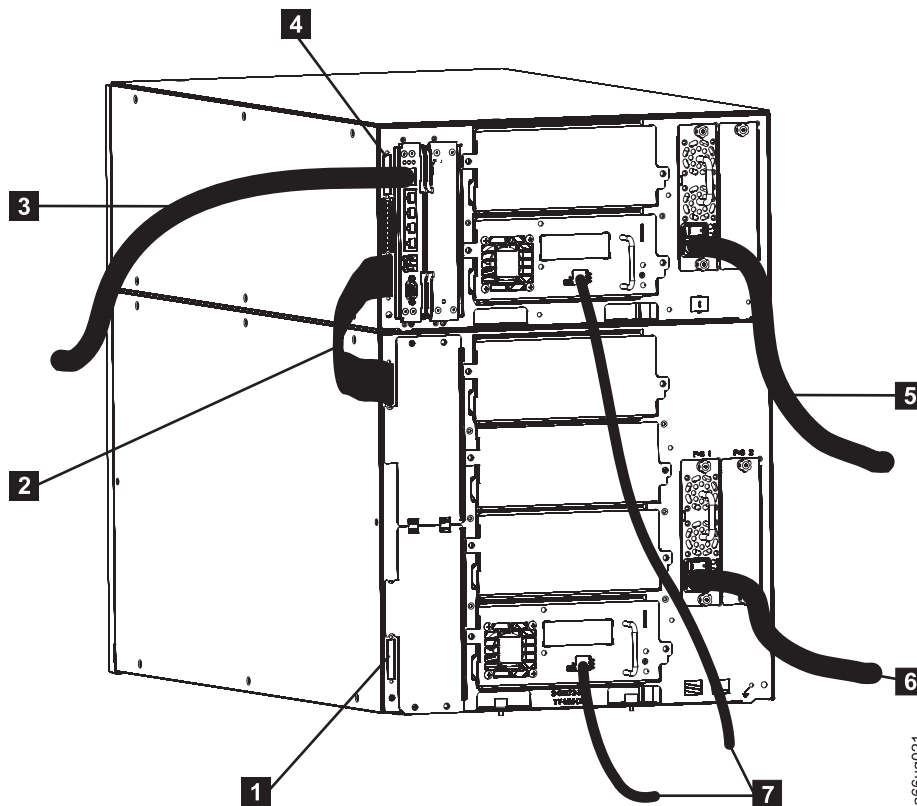

Figura 3-17. Cabeamento de uma biblioteca 14U que contém várias unidades fibre
1. Instale um terminador de comunicação de módulo no receptáculo superior do módulo superior da biblioteca (**4** na Figura 3-17 na página 3-19).
2. Instale uma extremidade do cabo de comunicação entre módulos (**2** na Figura 3-17 na página 3-19) no receptáculo inferior do módulo superior da biblioteca e, em seguida, instale a outra extremidade no receptáculo superior do módulo inferior da biblioteca.
3. Instale um terminador de comunicação de módulo no receptáculo inferior do módulo inferior da biblioteca (**1** na Figura 3-17 na página 3-19).
4. Instale uma extremidade do cabo Ethernet fornecido pelo usuário (**3** na Figura 3-17 na página 3-19) na porta Ethernet do Blade de Controle da Biblioteca e, em seguida, conecte a outra extremidade do cabo à rede.
5. Instale uma extremidade do cabo fibre da unidade (**7** na Figura 3-17 na página 3-19) em uma unidade fibre na biblioteca e, em seguida, conecte a outra extremidade do cabo à rede. Repita isso para toda unidade fibre em sua biblioteca.
6. Instale uma extremidade do cabo de alimentação (**5** e **6** na Figura 3-17 na página 3-19) no receptáculo de uma fonte de alimentação na biblioteca e, em seguida, conecte a outra extremidade do cabo à fonte de energia. Repita isso para toda fonte de alimentação em sua biblioteca.
- Instale uma extremidade do cabo fibre da unidade (**7** na Figura 3-17 na página 3-19) em uma unidade fibre na biblioteca e, em seguida, conecte a outra extremidade do cabo à rede. Repita isso para toda unidade fibre em sua biblioteca.